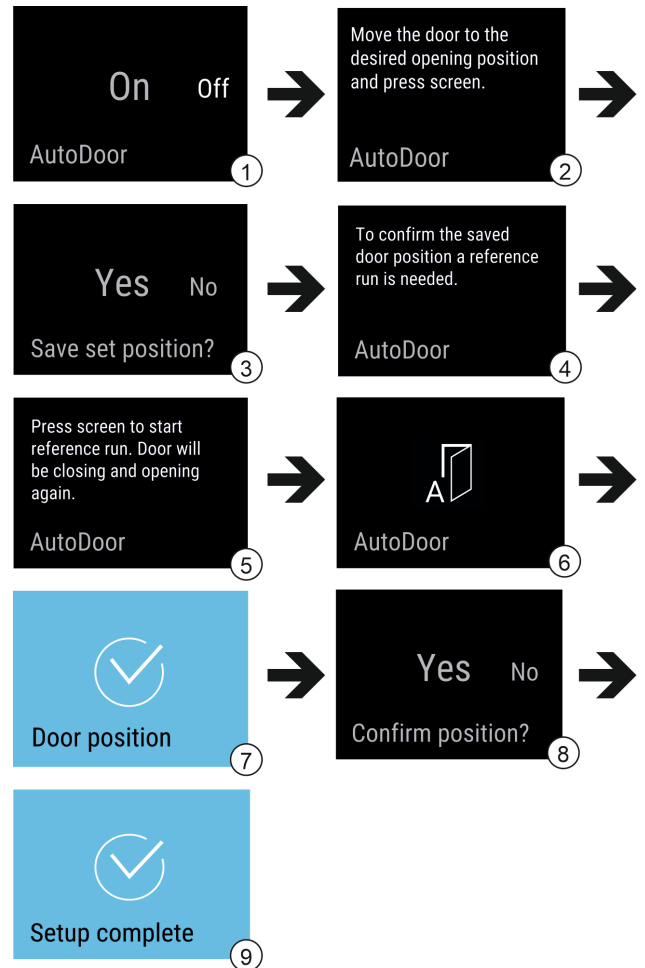

Fig. 10 Exemples de représentation des écrans en anglais
- ▶ Activer AutoDoor : Balayer l'affichage à l'écran sur On. Fig. 10 (1)
- ▶ Appuyer sur l'affichage pendant 3 secondes. Fig. 10 (1)
- ▶ Configurer l'angle d'ouverture de porte : ouvrir la porte au moins à 70°. Fig. 10 (2)
- ▶ Confirmer l'angle d'ouverture de porte : appuyer sur le message affiché à l'écran. Fig. 10 (3)
- ▶ Lancer la course de référence : appuyer sur l'écran. Fig. 10 (5)
- ▷ L'écran clignote. Fig. 10 (6)
- ▷ La course de référence a été exécutée avec succès : l'affichage s'allume en bleu pendant 2 secondes. Fig. 10 (7)
- ▶ Confirmer l'angle d'ouverture de porte. Fig. 10 (8)
- ▷ L'affichage s'allume en bleu. Fig. 10 (9)